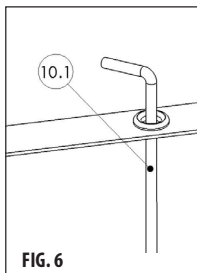
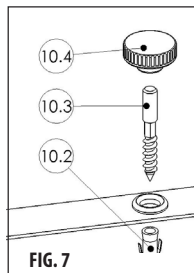

FIG. 6
FIG. 7
- 9) Per fissare il prodotto al suolo occorre usare il kit di ancoraggio che fa parte della fornitura. Questo kit include diversi elementi per fissare la struttura al suolo erboso (FIG. 6) o al suolo consolidato (FIG. 7).